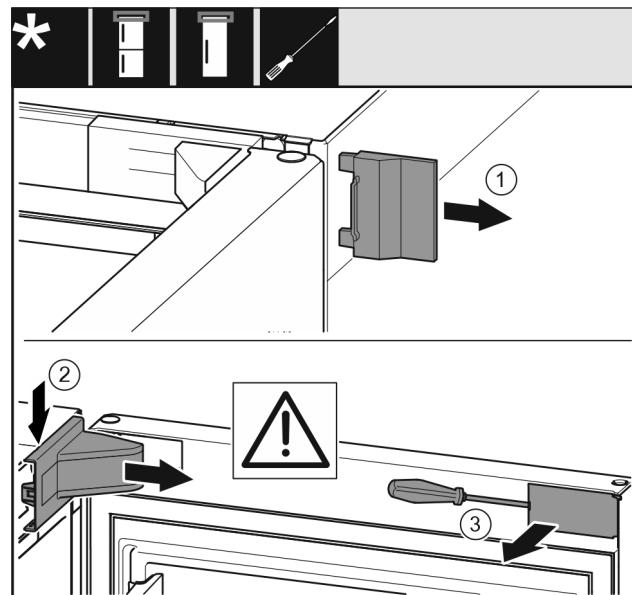

Fig. 11
- 取下外盖 Fig. 11 (1)。
- 拆卸并取下托架盖 Fig. 11 (2)。
- 使用带槽螺丝刀松开隔板 Fig. 11 (3) 并把它转到一边。